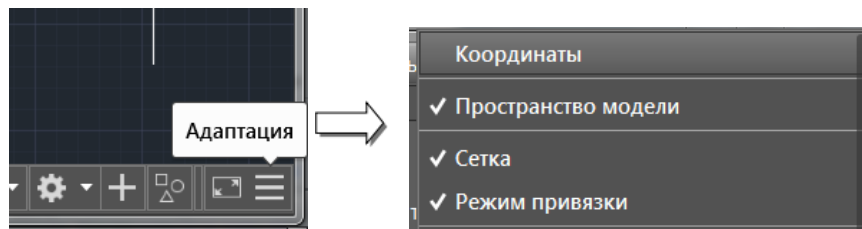

Рисунок 4 – Отображение координат
3. Чтобы включить отображение координат AutoCAD, воспользуйтесь опцией Настройки в правом нижнем углу. (Рисунок 4)